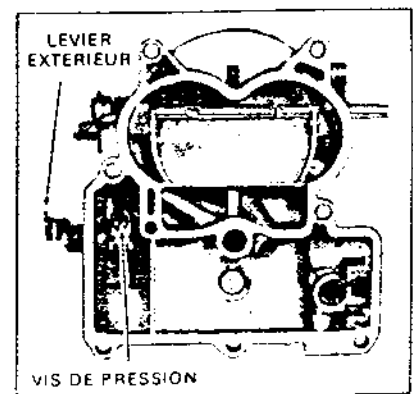

Figure 4-5C
- (c) Retirer la plaquette de retenue à l'extrémité de l'axe du plongeur de pompe, puis retirer la pompe du levier intérieur. Déposer l'ensemble de levier et l'axe en desserrant la vis de pression sur le levier intérieur et déposer le levier extérieur et l'axe (voir Figure 4-5C).